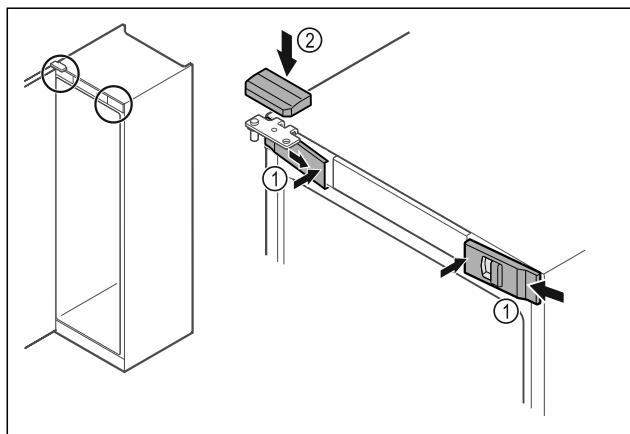

Fig. 45
- Haka fast skydden fram Fig. 45 (1) på sidan och sätt på dem på insidan.
- Sätt på det övre skyddet Fig. 45 (2) uppifrån.